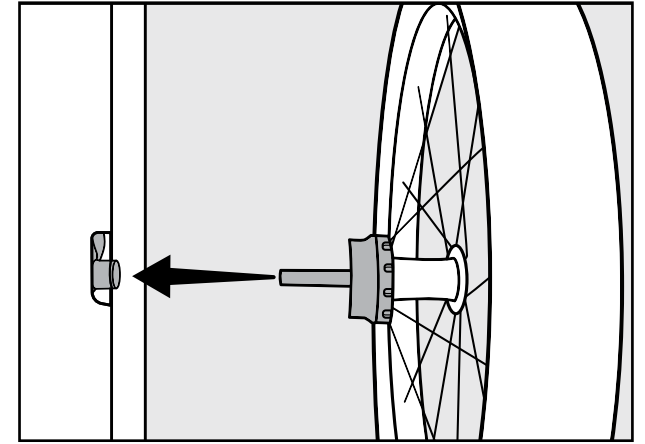

Figura 12
2. Inserte el eje de la rueda en el receptor del eje y, a continuación, suelte el botón (Figura 12). Tire con firmeza de la rueda para comprobar que el eje queda bien sujeto.